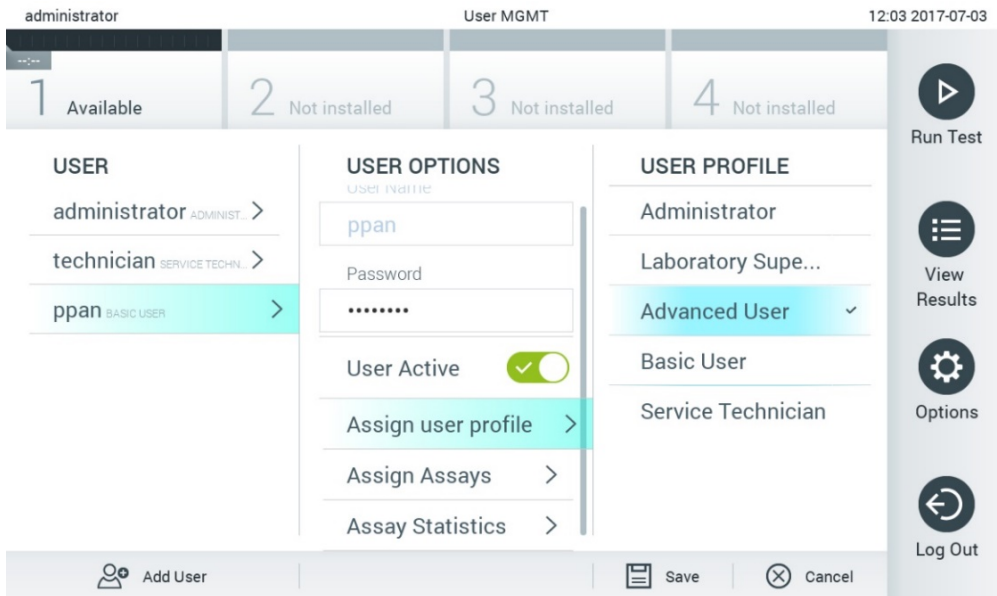

Рис. 61. Призначення профілів користувачам.
- **Assign User Profile** (Призначити профіль користувача): дозволяє призначити інший профіль для цього користувача (наприклад, Administrator (Адміністратор), Laboratory Supervisor (Керівник лабораторії), Advanced User (Досвідчений користувач), Basic User (Базовий користувач)). Виберіть відповідний профіль користувача зі списку праворуч від області вмісту (рис. 61).